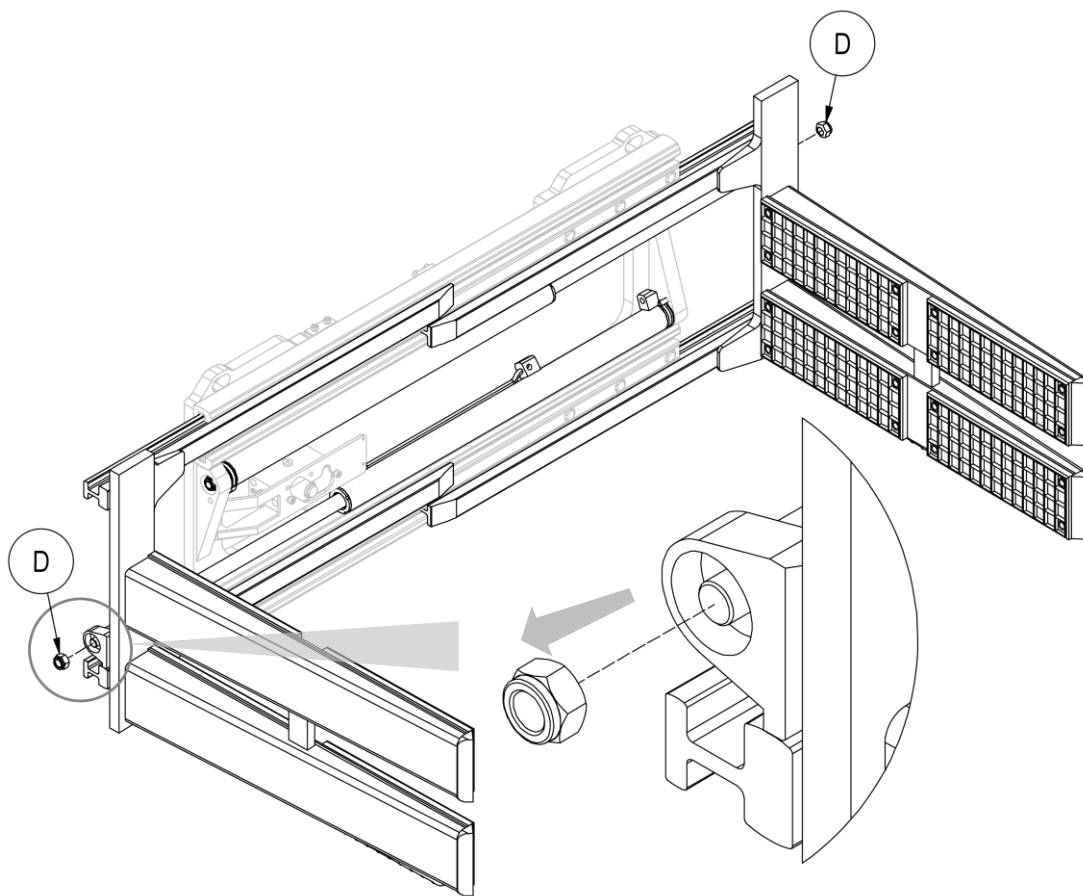

Figura 36
3. Rimuovere i dati D che vincolano i cilindri alle forcelle (vedi *Figura 36*).